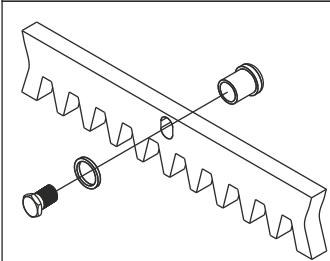

Fig. 6
5.2. Fixez les cliquets de support à chaque élément de crémaillère à l'aide des vis de blocage correspondantes, en faisant attention de les positionner dans la partie supérieure de la fente (Fig. 6)